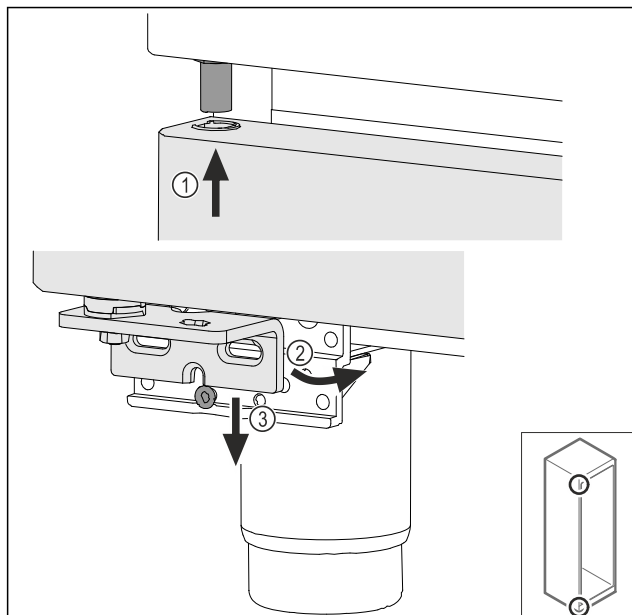

Fig. 45
- ▶ Установите дверь под небольшим уклоном сверху Fig. 45 (1), выровняйте ее прямо Fig. 45 (2) и смонтируйте снизу на винт опорного кронштейна Fig. 45 (3).